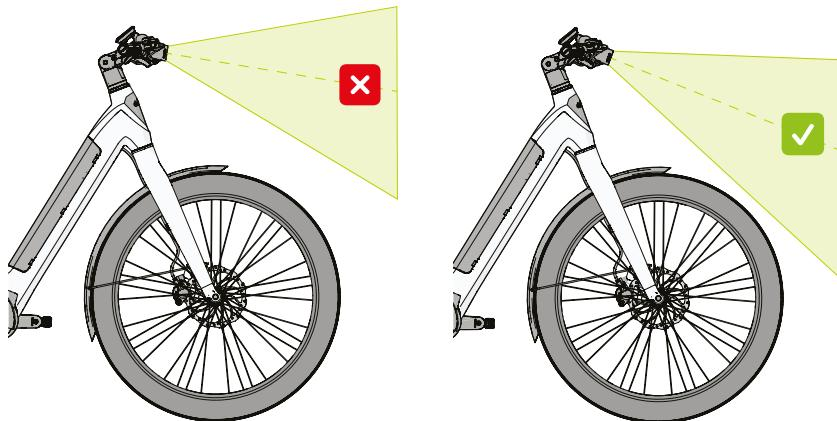

Figure 25 - Inclinaison correcte du phare.
Inclinez le feu avant ⑩ de manière que le faisceau lumineux se projette le plus loin possible en avant tout en éclairant le sol pour voir au maximum la chaussée, comme indiqué à la Figure 25.